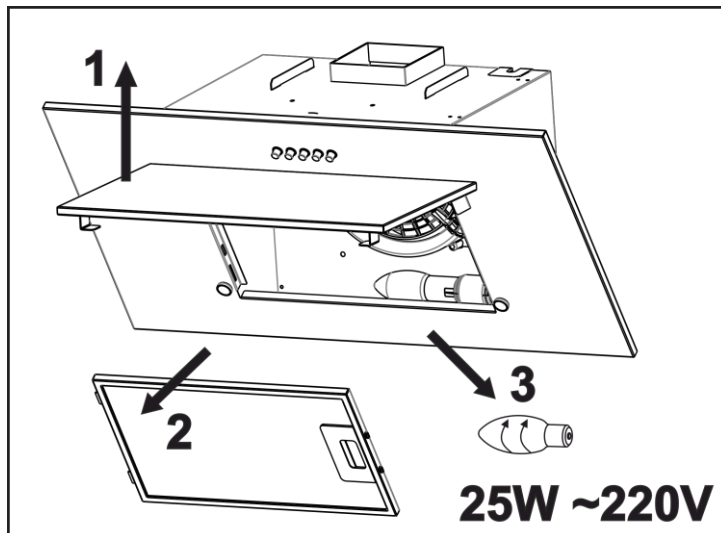

Рис.7
- зняти алюмінієвий фільтр **1 (рис.7)**, формат фільтрів показано на (рис.7);
- викрутити лампочку освітлення **3** з патрона проти годинникової стрілки, притримуючи рукою з внутрішньої сторони (за плафоном) (рис.7);